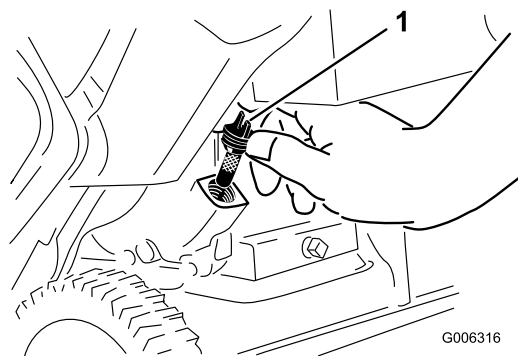

Figura 24
6. Limpie la zona alrededor del tapón de llenado de aceite (Figura 24).
7. Desenrosque y retire el tapón de llenado de aceite (Figura 24).